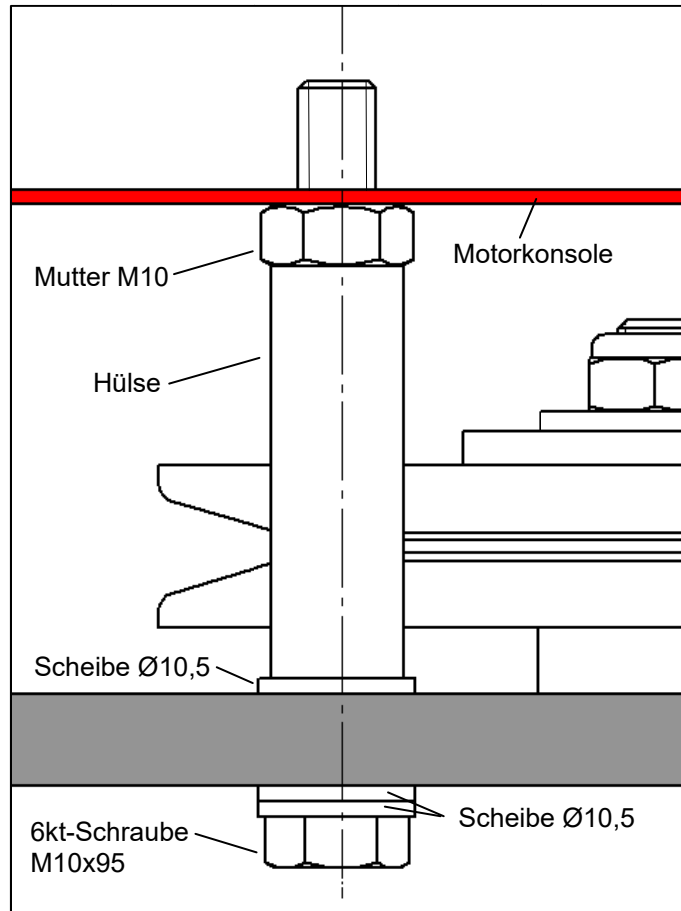

Abbildung 5 (vor dem Zusammenbau)
5.1. Im nächsten Schritt müssen Sie mit einem 17er Schraubenschlüssel die Mutter M10 (unterhalb der Motorkonsole) halten, um die Schraube M10x95 herausdrehen zu können. Wiederholen Sie den Vorgang bei der anderen Schraube M10x95. Bewahren Sie die Muttern, Scheiben, Schrauben und Hülsen für den weiteren Montageverlauf auf (siehe Abbildung 5).